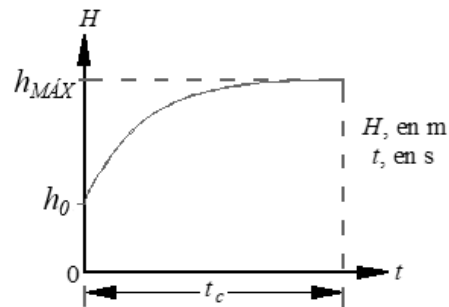

Figura 3. Gráfica t-H
6. Dibujar la curva de la carga de presión, $t - H$ (figura 3).